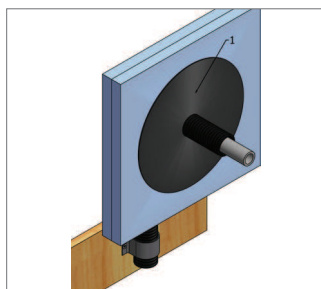

Fig. 5-48
- **Steg 1:** Använd gängse vägg tätning där rör-i-rör sticker ut från skivorna. Följ tillverkarens riktlinjer och använd vägg tätning och material som är lämpliga för PP-skyddsrör (Fig. 5-48).